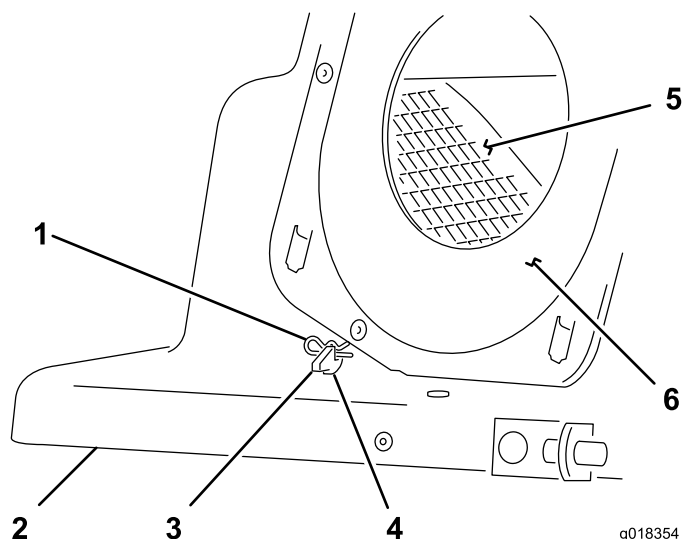

Bild 14
7. Stecken Sie die Splinte in die Löcher in den Befestigungslaschen des Ablenkblechs, um das Ablenkblech an der Abdeckung zu befestigen, wie in Bild 14 dargestellt.